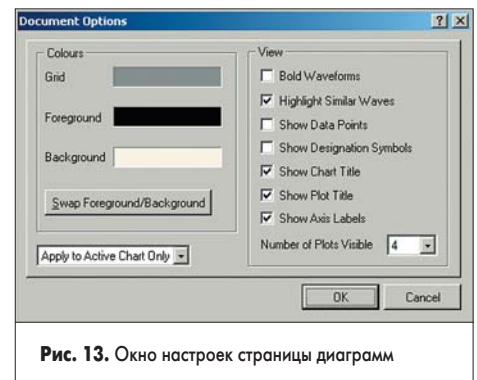

Рис. 13. Окно настроек страницы диаграмм
2. Выполним щелчок правой кнопкой мыши в любом свободном месте страницы и в появившемся контекстном меню выберем команду Document Option. Появится одноименное окно настроек страницы (рис. 13).